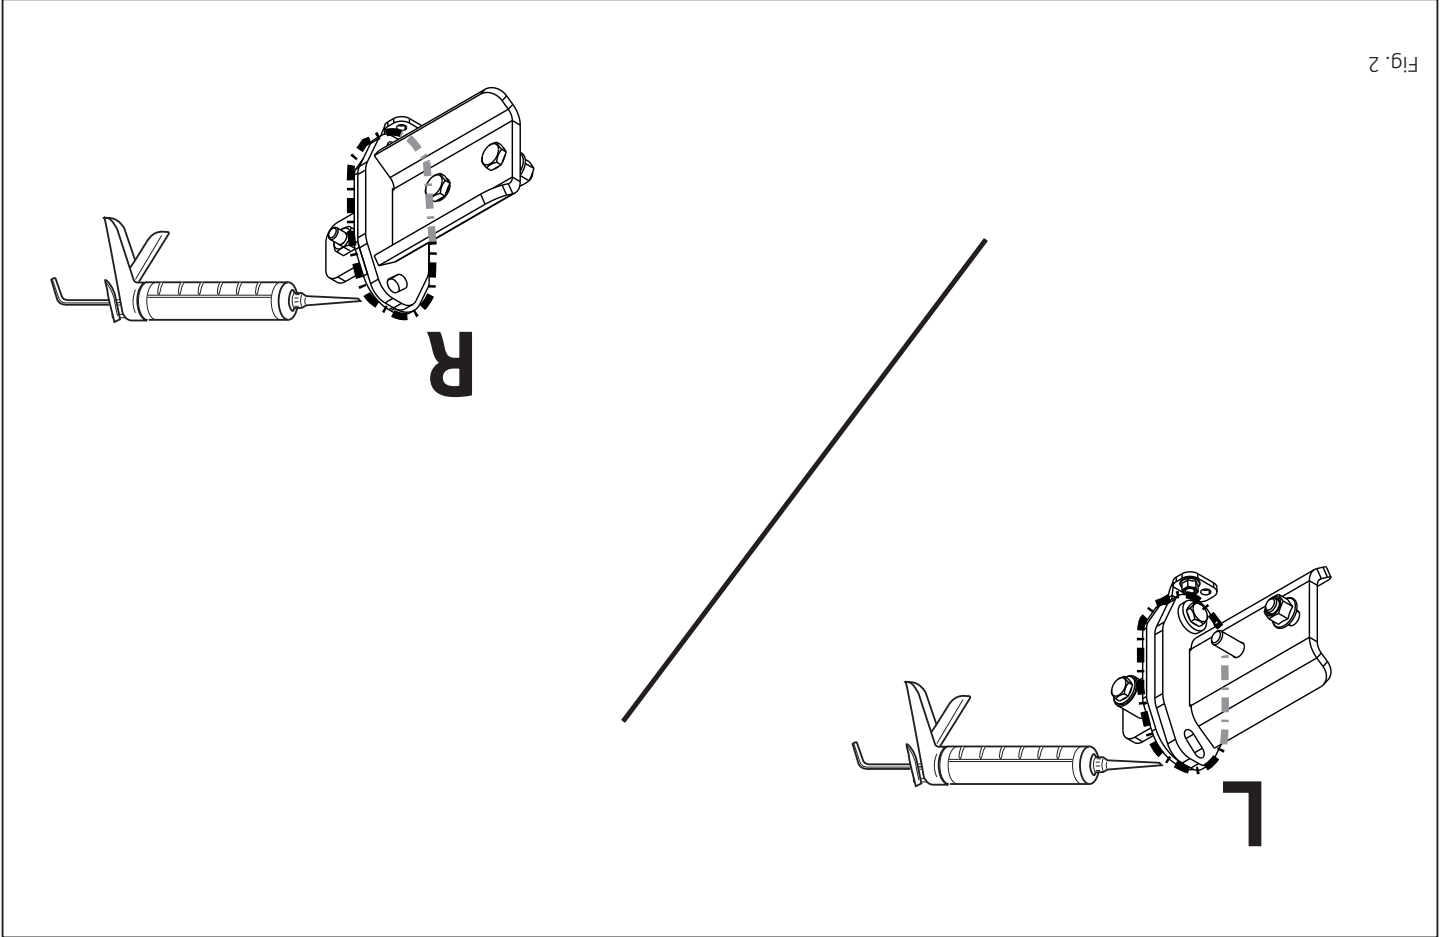

Fig. 2
7. Kit de aangegeven delen af (zie fig.2)
7. Die angegebenen Teile kitten (siehe Abb. 2).
7. Герметизировать обозначенные части (см. рис. 2)